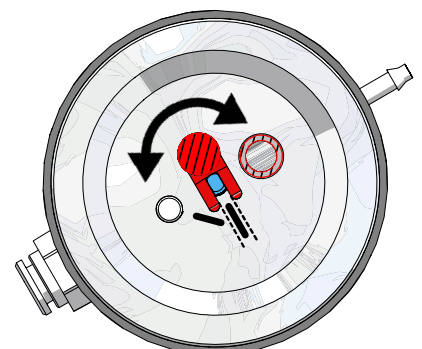

Fig. 12
- ⇒ Allineare l'ugello dosatore nei serbatoi da 25 - 70 µm (Fig. 12)!